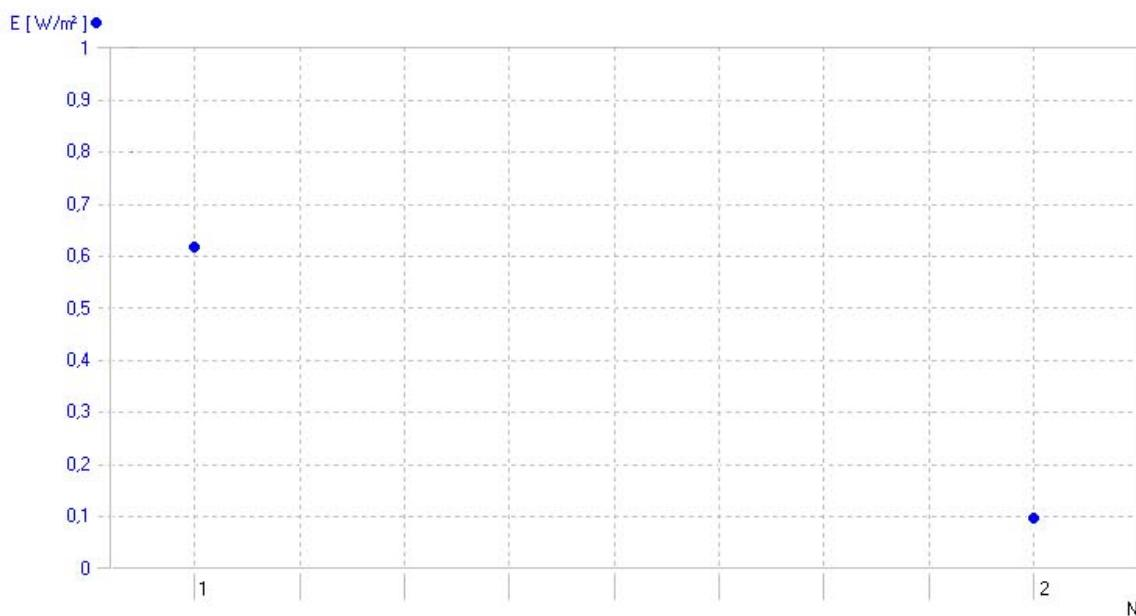

Fig. 3 Representação na tela dos pontos de medição das anteriormente mencionadas experiências no 3B NETlabTM (U11310)
- Registrar graficamente a dependência dos valores de medição (Fig. 3).